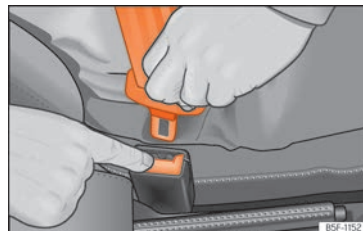

Fig. 11 Soltar a lingueta do fecho do cinto.
- Pressione o botão vermelho do fecho » » » **Fig. 11.** A lingueta saltará do fecho.